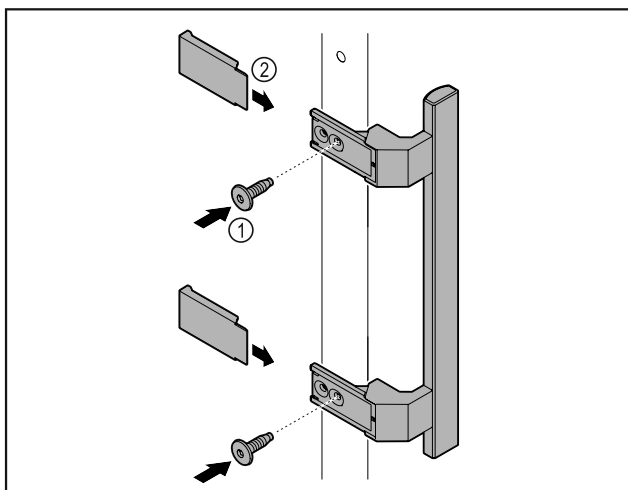

Fig. 9
- Colocar en la puerta el tirador del kit de accesorios con los tornillos incluidos Fig. 9 (1).
- Colocar las cubiertas Fig. 9 (2).